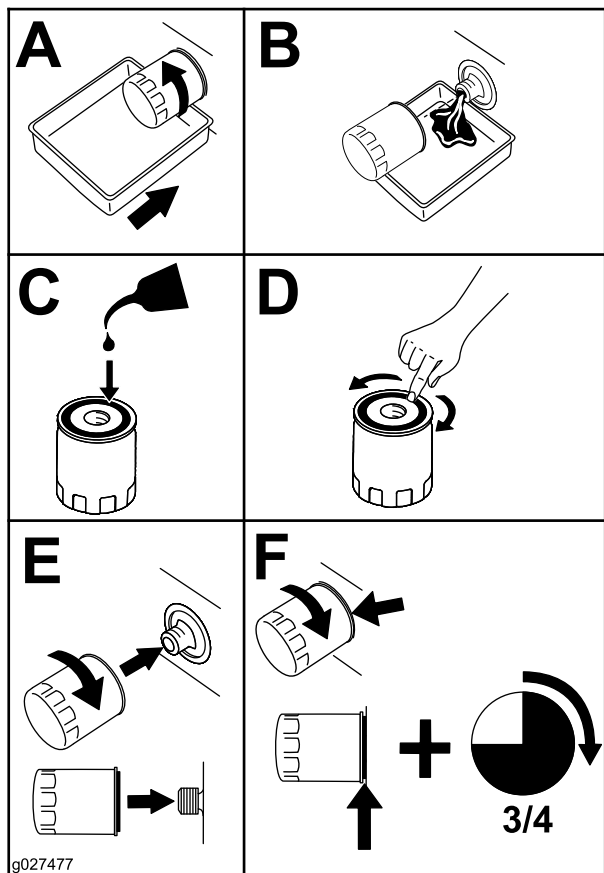

Figura 60
- Sustituya el filtro de aceite del motor (Figura 60).